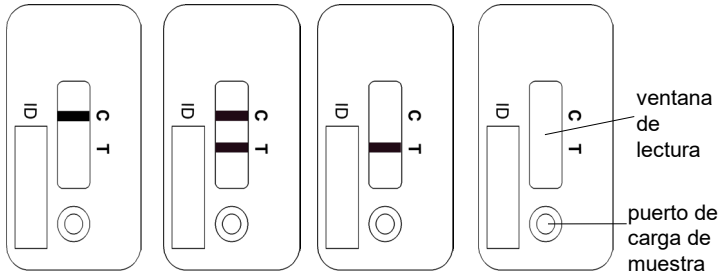

Figura 1A    Figura 1B    Figura 1C    Figura 1D
- Para la obtención de un resultado válido de la prueba, la línea control (C) debe ser visible en cualquier caso (véanse las figura 1A y figura 1B). Se usa sólo como control funcional de la prueba y no puede usarse para la interpretación de la línea de test (T). Si la línea de test (T) no es detectable después de 15 minutos de incubación (figura 1A), no hay cantidades detectables